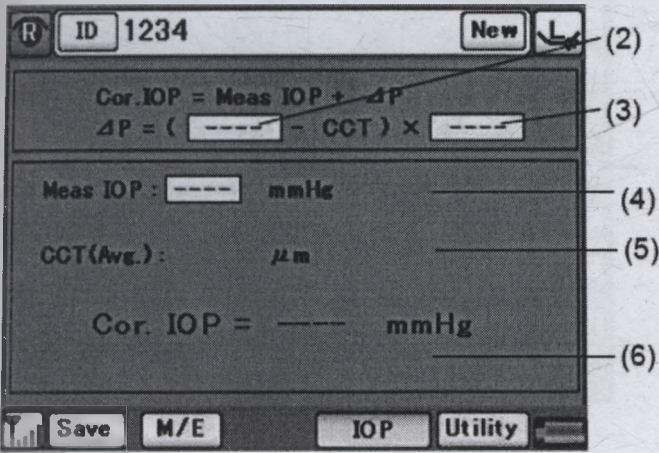

Рис. 2
- 1) Коснитесь кнопки “IOP” (1), чтобы открыть окно коррекции внутриглазного давления (Рис. 2).